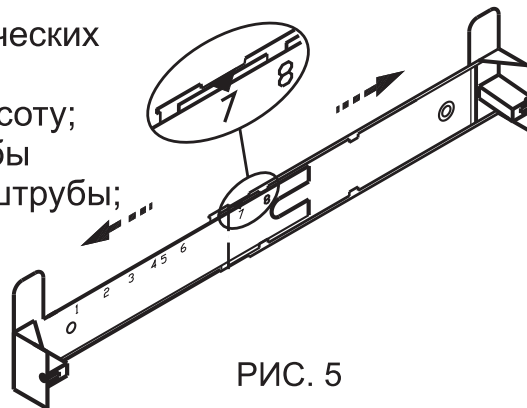

РИС. 5
- прежде чем прикрепить кронштейн к стене, необходимо выставить его на нужный размер (равный ширине верхней фальштрубы). Увеличьте размер кронштейна (если это необходимо), раздвинув его, и установите фиксатор напротив цифры 7 (см. рис. 5)